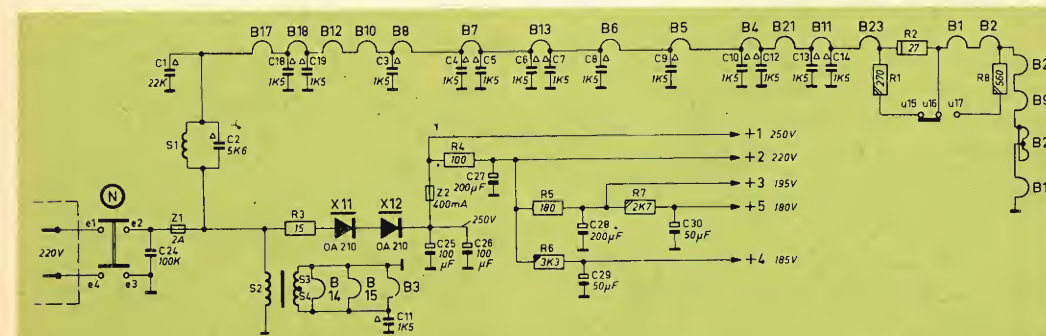

Fig. 1 - Esempio di alimentazione in serie dei filamenti delle valvole.
- a) Controllare che i filamenti di tutte le valvole siano accesi oppure (specialmente nel caso in cui essi siano collegati, anche in parte, in serie fra loro, come da fig. 1 e 2), se uno o più filamenti emettano una luce troppo brillante la qualcosa significa che uno o più di essi è in corto circuito.